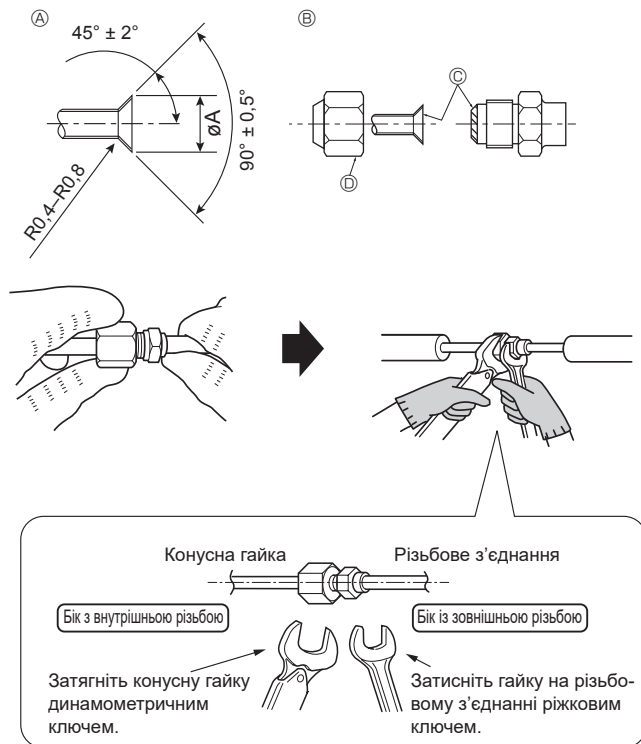

Fig. 4-1
4.1. З'єднання труб (Fig. 4-1)